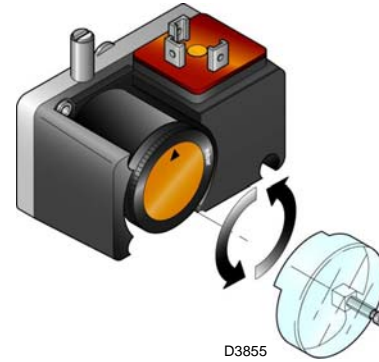

Fig. 33
- Regolare il pressostato per il controllo di tenuta (Kit PVP)(Fig. 33 a pag. 30), se presente, secondo le istruzioni a corredo del kit stesso.
Regolare il pressostato per il controllo di tenuta (kit PVP)(Fig. 33) secondo le istruzioni a corredo del kit stesso.